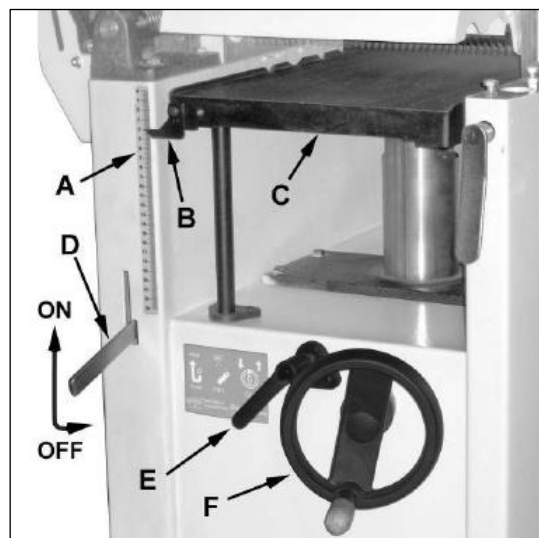
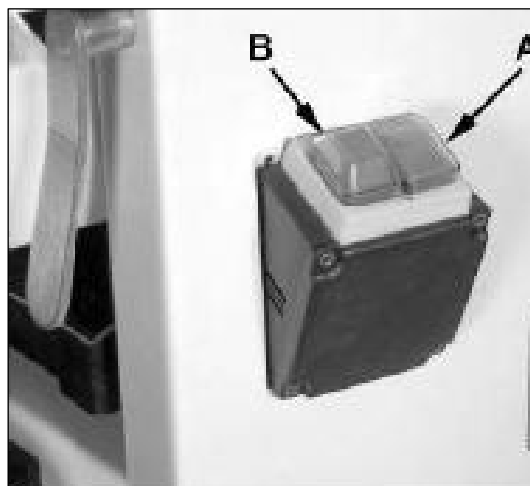
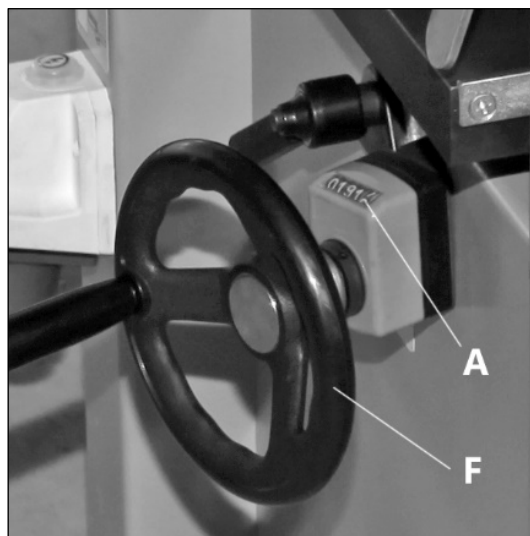

Рисунок 4.
Рисунок 5.
Рисунок 6.
Для включения автоматической подачи установите ручку подачи рейсмусового станка D (рис. 4) в верхнее положение включает подачу станка. Опустив ручку в нижнее положение, вы отключите подачу.
Станок включается при помощи зеленой кнопки А (рис. 5) выключателя, выключается при помощи красной кнопки В. Включению и выключению автоматической подачи заготовки при рейсмусовании осуществляется рычагом D (рис. 4).
- Разблокируйте фиксатор Е стола С (рис. 4).
**Примечание:** каждый оборот маховика F приводит к перемещению стола С на 4 мм вверх или вниз. Индикатор А на основании маховика показывает расстояние от стола до вала (рис. 6). Указатель В (рис. 4) показывает положение рейсмусового стола относительно ножевого вала по шкале А, расположенной сбоку на основании станка.